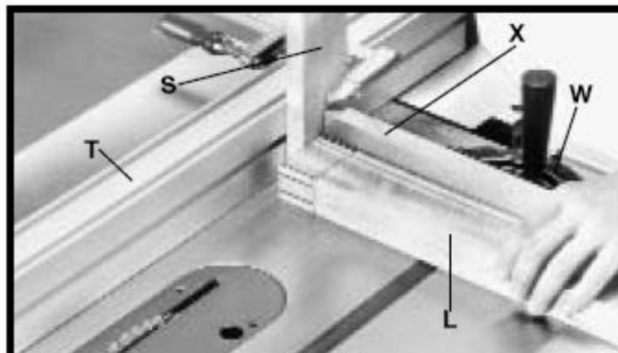
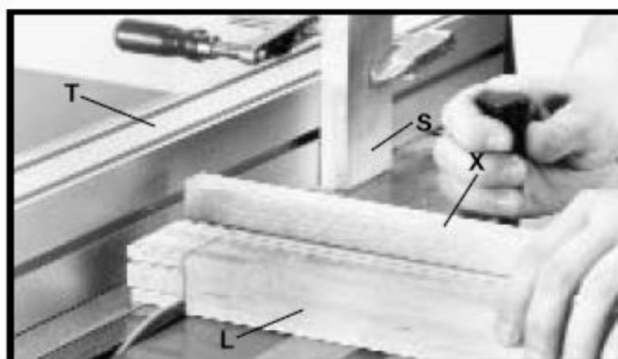

Рисунок 34
Рисунок 35
11. Прижмите деревянный брусок (S), Рис. 34, к лицевой стороне упора станка (Т) и настройте его для вырезания конструктивных выступов шипа. **ПРИМЕЧАНИЕ:** учитывайте толщину пильного диска.
**ПРЕДОСТЕРЕЖЕНИЕ:** всегда устанавливайте деревянный брусок (S) между заготовкой и упором станка так, чтобы заготовку не зажало между упором и пильным диском, во избежание отскока заготовки. Вырезаемая часть заготовки не должна касаться деревянного бруска (S) до контакта с пильным диском.
12. Используя угловой упор (W), Рис. 34, снабженный упорной линейкой (X), расположите заготовку (L) для вырезания конструктивных выступов, как показано на рисунке. Убедитесь, что заготовка (L) прижата к деревянному бруску (S) и упорной линейке (X).
14. Включите станок и вырежьте конструктивные выступы, медленно подавая угловой упор (W) к пильному диску, Рис. 34, до тех пор, пока пильный диск не выйдет с обратной стороны заготовки, как показано на Рис. 35. **Выключите станок и после полной его остановки уберите вырезанную часть заготовки.**
15. Верните угловой упор (W) в положение, как на Рис. 34, и вырежьте второй конструктивный выступ точно таким же образом.